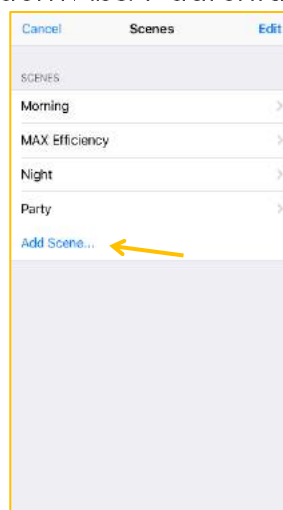
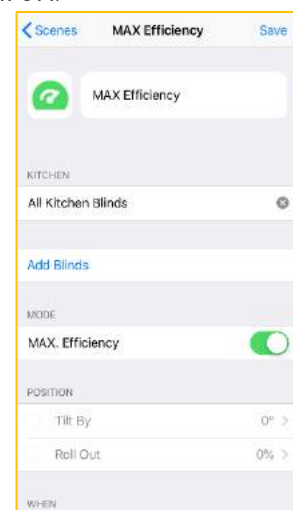

Abbildung 45
Abbildung 46
10.10.3. Um die Einstellungen der Szene zu ändern, bitte auf diese tippen (Abb. 45) und anpassen (Abb. 46):
10.10.4. Um eine neue Szene für Jalousieaktivität hinzuzufügen, bitte auf **Add Scene** tippen (Abb. 45) und Einstellung gemäß dem Abs. 7 durchführen.